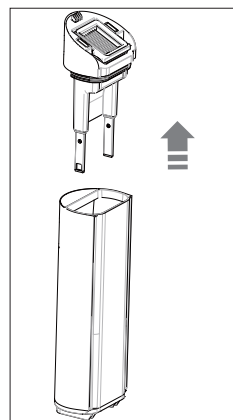

Fig. 9 – Retirer le cache
- ▶ Retirez le bouchon du réservoir d'eau sale en le tirant vers le haut (**voir Fig. 9**).